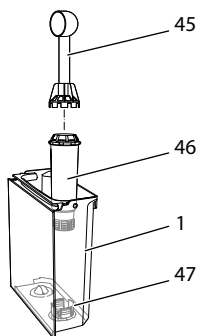

Fig. 25: Avvitare/svitare il filtro dell'acqua
- Rimuovere il filtro dell'acqua quando la macchina visualizza il corrispondente messaggio (vedere Fig. 25 *Avvitare/svitare il filtro dell'acqua* a pagina 248).